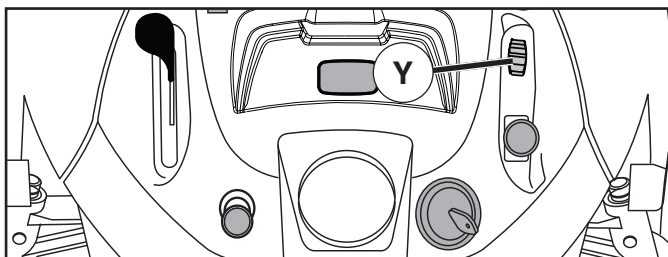

Fig.9
## CÓMO USAR EL CONTROL DEL CIERRE DIFERENCIAL (Y) (Ver la Fig. 9)